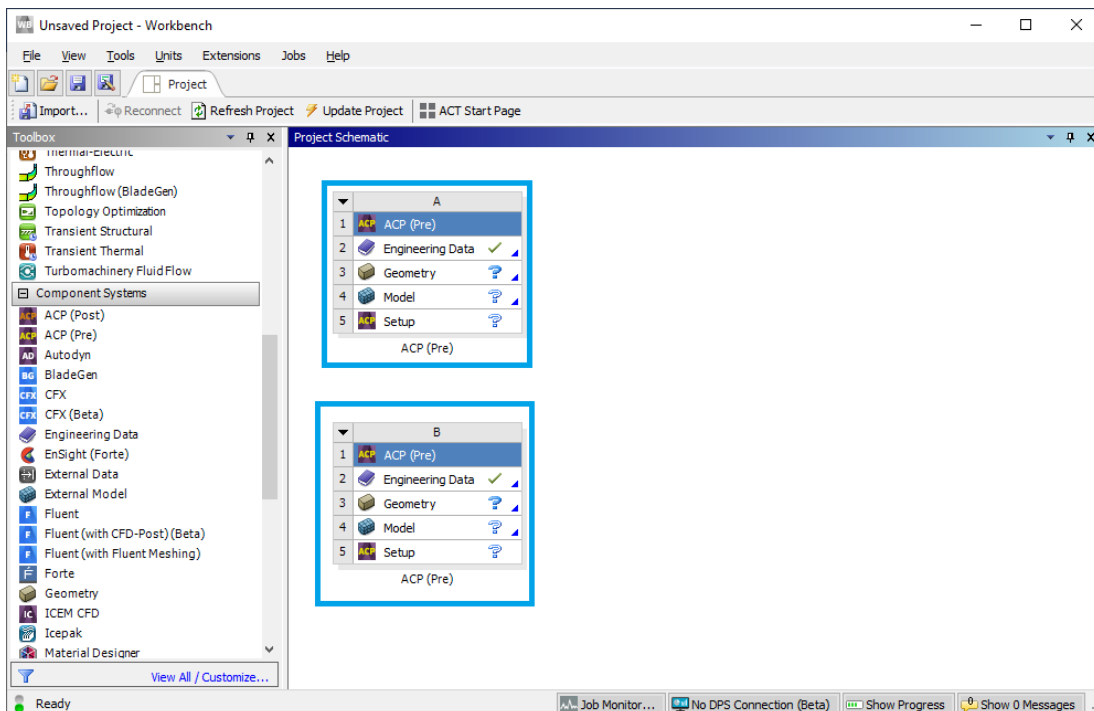

Рис. 7. Добавление ACP (Pre)
2. Запустим *ANSYS Workbench* и создадим два проекта *ACP (Pre)* (рис. 7).